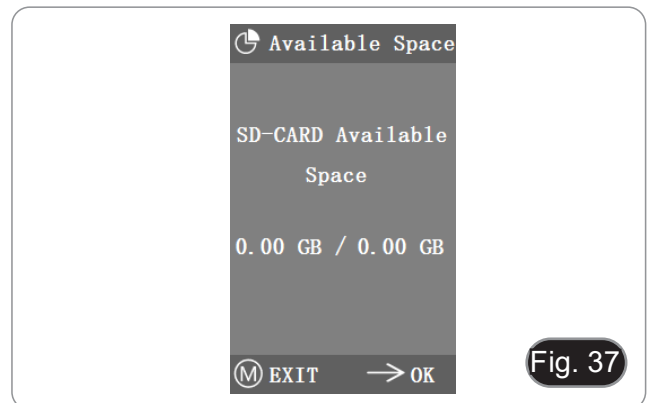

Fig. 37
2. Se viene visualizzato "0.00 Gb / 0.00 Gb" (Fig. 37), la scheda SD non è stata inserita con successo; provare a reinserirla.